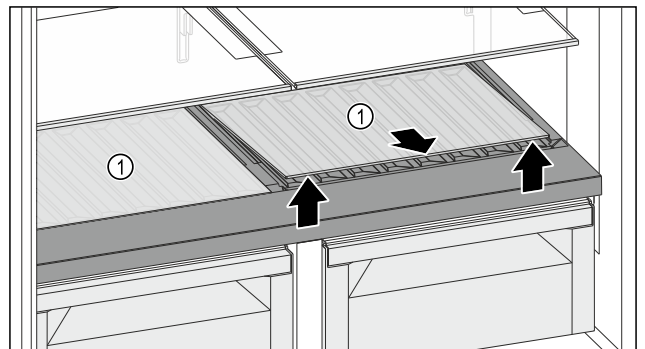

Fig. 121
- Soulever la plaque de verre ou les deux plaques de verre Fig. 121 (1) au niveau de l'évidement avant de la/les retirer.
- Entreposer la/les plaque(s) de verre Fig. 121 (1) dans un endroit sûr hors de l'appareil.